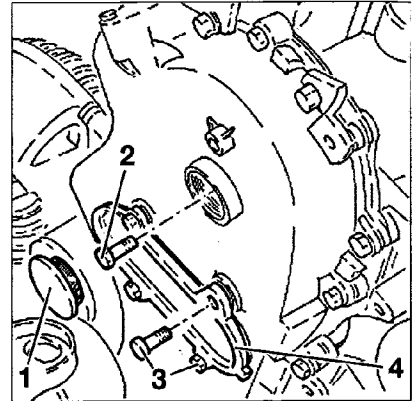

FIG. 26
- Desatornillar el tapón (1) y desmontar el tornillo (2) de la rueda dentada de eje de levas (fig. 26).
- Desmontar los tornillos de fijación (3) del tapón (4).
- Desmontar el tapón (4).
- Liberar la rueda dentada de eje de levas lado cadena de distribución interviendo por el taladro detrás del tapón (4) e insertándolo en el estriado interno del cáster de distribución (fig. 26).
- Montar el tapón (1) del tornillo de rueda dentada y de la placa de cierre (4) (fig. 26).